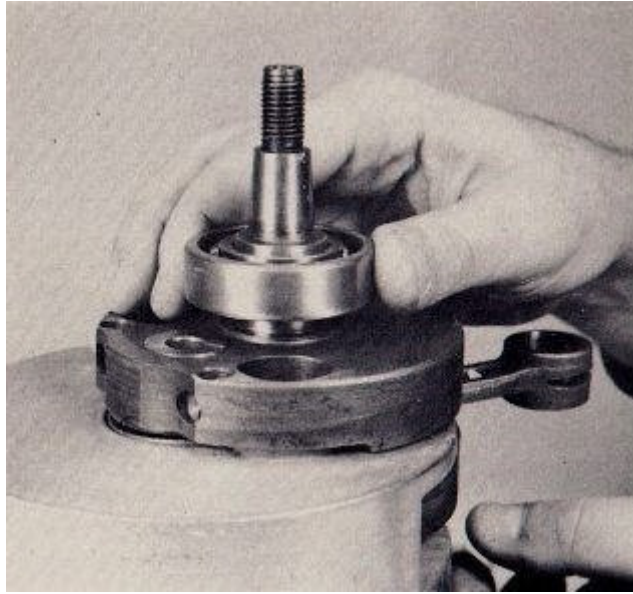

FIG. 83
5. Localizar las cuñas que se quitaron por detrás del rodamiento principal izquierda, mientras que desmontar el motor. Colóquelos en el extremo izquierdo del cigüeñal y luego instalar el maniquí teniendo sobre ellos (Fig. 83).